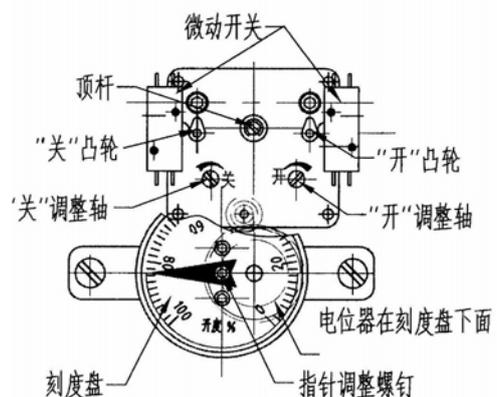

图 5
● 调整前，首先检查凸轮是否位于（图 5）所示位置，顶杆是否旋下。
● 当进行 6.1 “行程初步调整” ⑤ 项时，若出现阀门尚未开到位，但凸轮已将微动开关压下的情况应停止手动操作，并将顶杆旋下，顺时针转动计数器“开”向调整轴，使凸轮回到（图 5）所示位置状态。根据调整量的大小，继续“顺”时针多转若干圈，以使计数器有足够的调整量，此时，再将顶杆旋起继续进行⑤项内容。